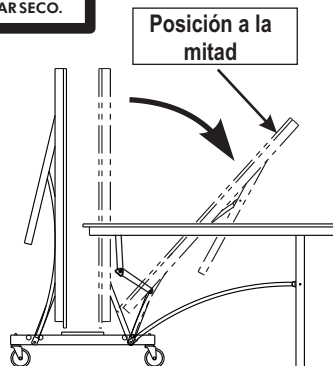

Figura 16A
a. Sostenga la orilla de arriba. Cuidadosamente jale hacia afuera hasta la posición media. Continúe jalando hasta que se desenganche del clip de plástico y las patas se apoyen sobre el piso. Ver Figura 16A. Asegure las bisagras como se muestra en la Figura 16B. No dejar la mesa parcialmente abierta en la posición media.